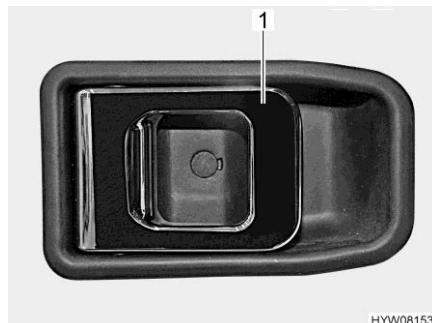

Fig. 44 Serratura della porta (porta conducente/porta di ingresso, lato interno)
- Apertura:* ■ Tirare la maniglia (Fig. 44,1). La serratura della porta si sblocca o apre.
- Bloccaggio:* ■ Premere la maniglia (Fig. 44,1). La serratura della porta si blocca.